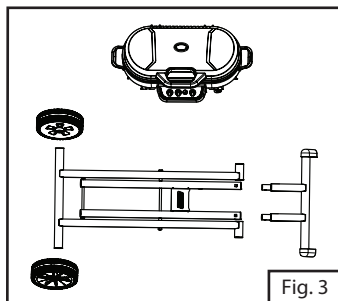

Fig. 3
1. Inspeccione y saque todos los componentes del envase. (Fig. 3 y 4)